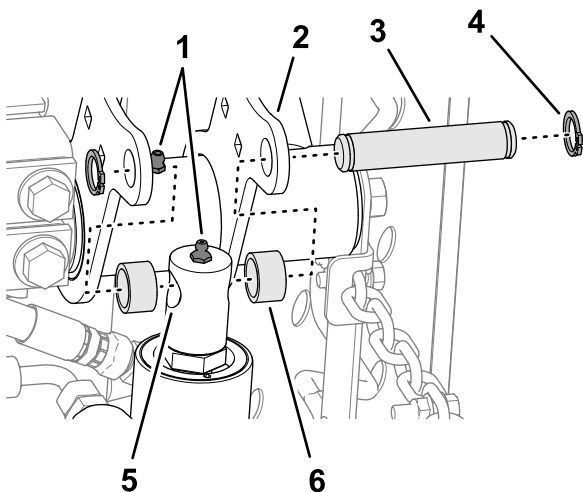

Figura 15
4. Micaî încet tija cilindrului de ridicare până când se aliniază cu orificiile din flanele braului de ridicare dreapta (Figura 15).
5. Montai tija la flane cu tiftul de montare, 2 distanțiere i 2 inele de fixare (Figura 15).
6. Aplicai lubrifianț cu litu nr. 2 pe fittingurile de lubrifiere ale braului de ridicare i ale cilindrului hidraulic (Figura 15).
1. Aliniază orificiile din cadrul de susinere spate cu orificiile din plăcile de montare a unității de tăiere (Figura 15).